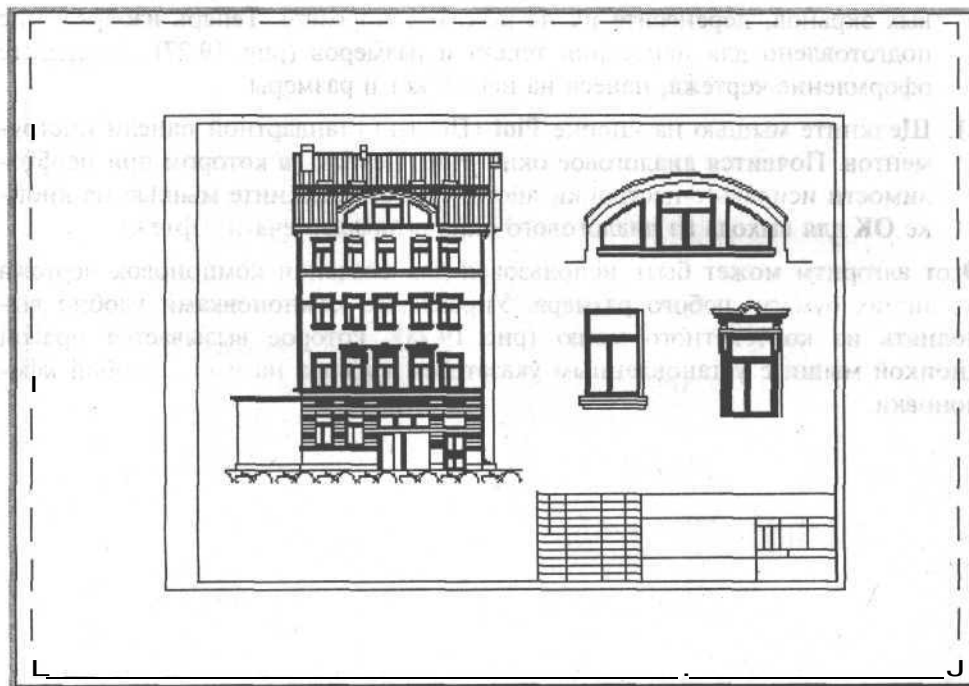

Рис. 19.27. Компонка листа, подготовленная для нанесения текста и размеров
10. Вернитесь в пространство листа с помощью кнопки **MODEL** (МОДЕЛЬ) в строке состояния, создайте слой для размещения на нем границ видовых экранов, перенесите их на него и заморозьте. Теперь изображение подготовлено для нанесения текста и размеров (рис. 19.27). Завершите оформление чертежа, нанеся на него текст и размеры.